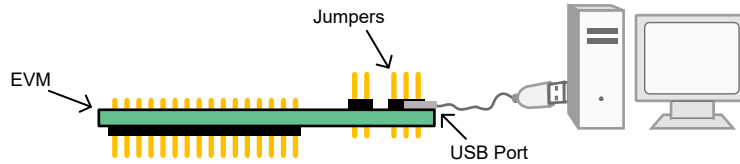

图 2-2. 硬件设置
USB 连接生成 5V 电源，用作 DAC 电源电压 (VDD)。板载控制器为来自控制器的输入/输出 (IO) 信号提供 3.3V 电源。这些 IO 信号电平转换为 DAC 的 VDD 电压。图 2-2 展示了系统硬件设置。